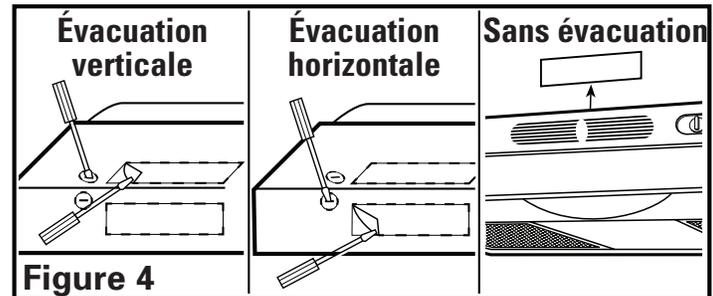

Figure 4
- Évacuation horizontale ou verticale** - Retirez la pièce rectangulaire défonçable. Pour ce faire, insérez un tournevis dans le pourtour et brisez les attaches qui le retiennent. Enlevez ensuite la pièce avec des pinces (**Figure 4**).
- Sans évacuation** - Soulevez et retirez le panneau de l'évent situé derrière la grille, exposant ainsi l'entrée d'air frontale. N'utilisez pas de tournevis ni tout autre objet qui pourrait égratigner la hotte (**Figure 4**).
- Déterminez où le service électrique entrera dans la hotte et enlevez l'entrée défonçable électrique appropriée en insérant un tournevis dans la fente et le remuant dans les deux sens jusqu'à ce que l'entrée se détache (**Figure 4**).
REMARQUE : INSTALLATION SANS ÉVACUATION SEULEMENT, Si ce n'est déjà fait, retirez le panneau de l'évent situé derrière la grille (**Figure 4**).